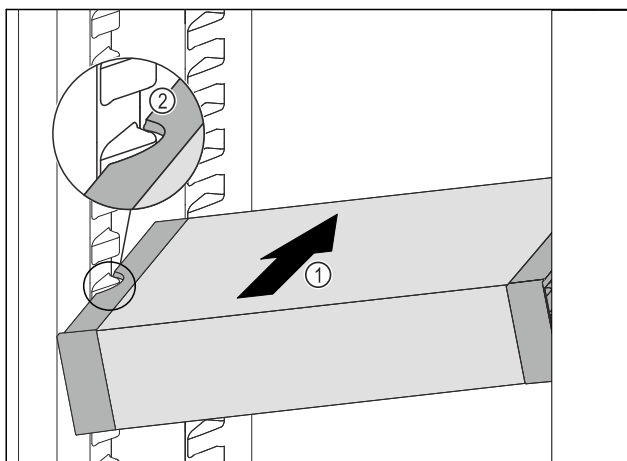

Fig. 133
- VarioSafe schräg in das Kühlteil einschieben Fig. 133 (1), bis sich die seitlichen Aussparungen Fig. 133 (2) des VarioSafes auf Höhe der Behälterrippe im Kühlteil befinden.